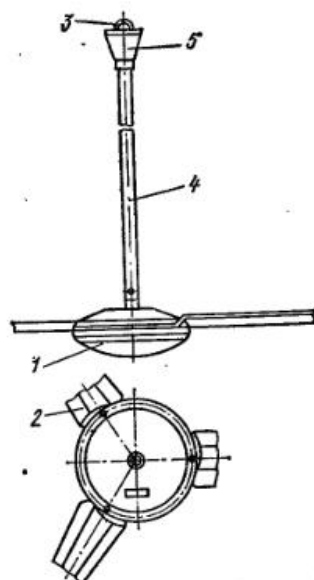

Рис. 30. Потолочный вентилятор «Зепиур»:
**ВЕНТИЛЯТОР ТИПА ВПК-15 «ЗЕПИУР».** Состоит из асинхронного однофазного конденсаторного электродвигателя типа ВАК-245/20-20, крыльев, системы подвеса и регулятора частоты вращения. Каждое крыло 2 (рис. 30) прикреплено к электродвигателю двумя винтами. Обмотка статора электродвигателя двухфазная. Во вспомогательную фазу последовательно включены два конденсатора суммарной емкостью 1,5 мкФ.